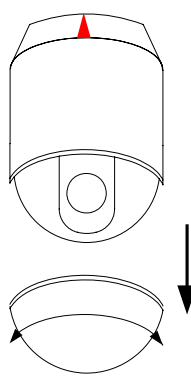

Rys. 15-1
- 10) Podłącz wtyczkę w gniazdo D2 (Rys. 15-1). Zależnie od połączeń na złączu D3. Patrz Rys. 15-1, gdy głowica zidentyfikuje sygnał alarmowy, może natychmiast wyrzucić obraz z alarmowej kamery na ekran monitora lub też aktywować powiązany preset. Patrz Rys.15-2 – konfiguracja złącza alarmowego.